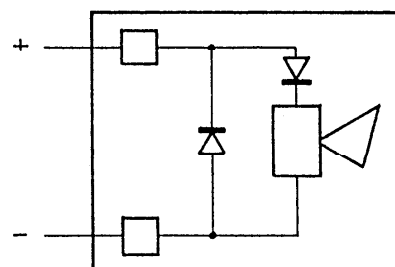

Figure 2
- . présence d'une diode de protection contre les inversion de polarités et d'une diode de protection en inverse, lors de l'utilisation de sirènes électromagnétiques (Fig. 2).